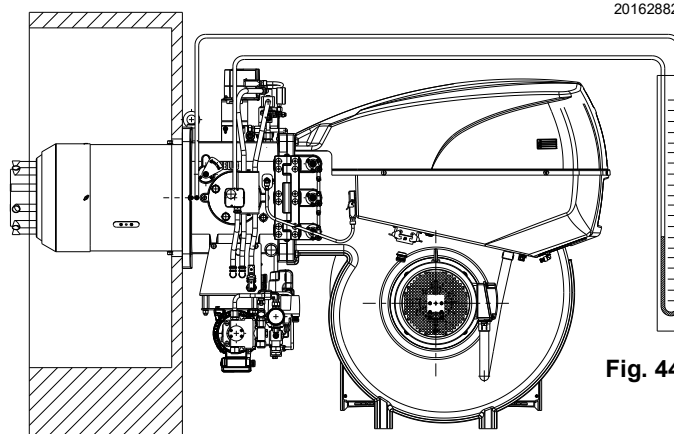

Fig. 44
- Installer un manomètre en U (Fig. 44) sur la prise de pression gaz sur le manchon. Les lectures du manomètre permettent de calculer la puissance MAX. du brûleur.